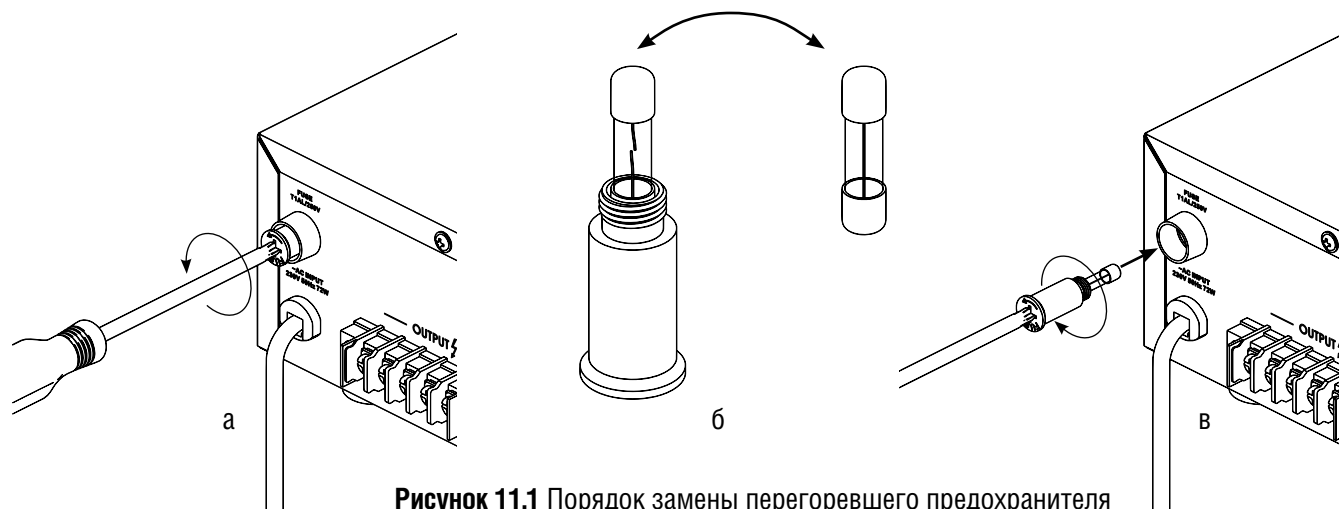

Рисунок 11.1 Порядок замены перегоревшего предохранителя
2. Извлеките крышку предохранителя из трансляционного усилителя поворачивая её против часовой стрелки крестовой отвёрткой (**Рис. 11.1, а**)
3. Замените перегоревший предохранитель исправным, предварительно убедившись, что в крышке не осталось посторонних предметов (**Рис. 11.1, б**)
4. Вставьте крышку с исправным предохранителем в трансляционный усилитель и плотно закрутите её, поворачивая по часовой стрелке (**Рис. 11.1, в**)